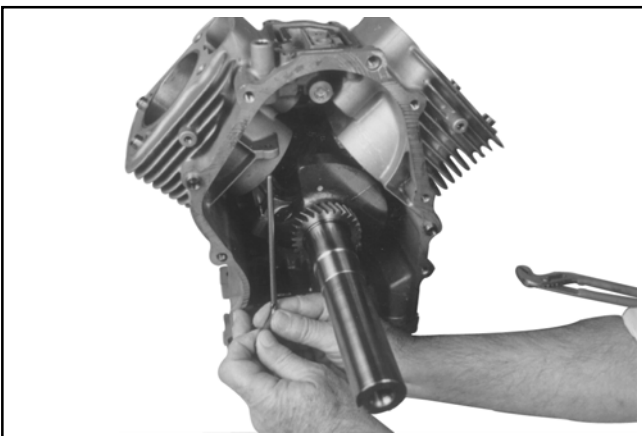

Figura 9-53. Rimozione dell'albero trasversale del regolatore.
2. Rimuovere l'albero trasversale dall'interno del carter. Vedere Figura 9-53.